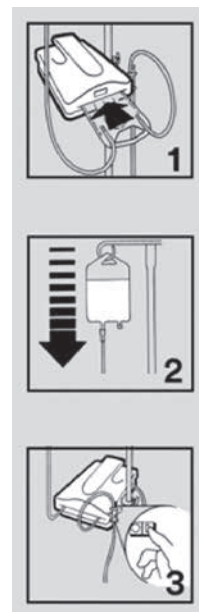

Abbildung 4
2. Die Kassette in den Einschub der Erwärmungseinheit schieben. Die Kassette passt nur in einer Richtung in das Gerät (siehe Abbildung 4, Nr. 1).
3. Das Erwärmungsset befüllen. Weitere Informationen zum Vorbereiten des Sets finden Sie in den Anweisungen, die im Lieferumfang des Erwärmungssets enthalten sind (siehe Abbildung 4, Nr. 2).
5. Das Netzkabel in eine geeignete Steckdose stecken. Einheit einschalten (siehe Abbildung 4, Nr. 3). Nach wenigen Sekunden leuchtet das alphanumerische Display auf. Es dauert weniger als zwei Minuten, bis die Einstelltemperatur von 41 °C erreicht wird.